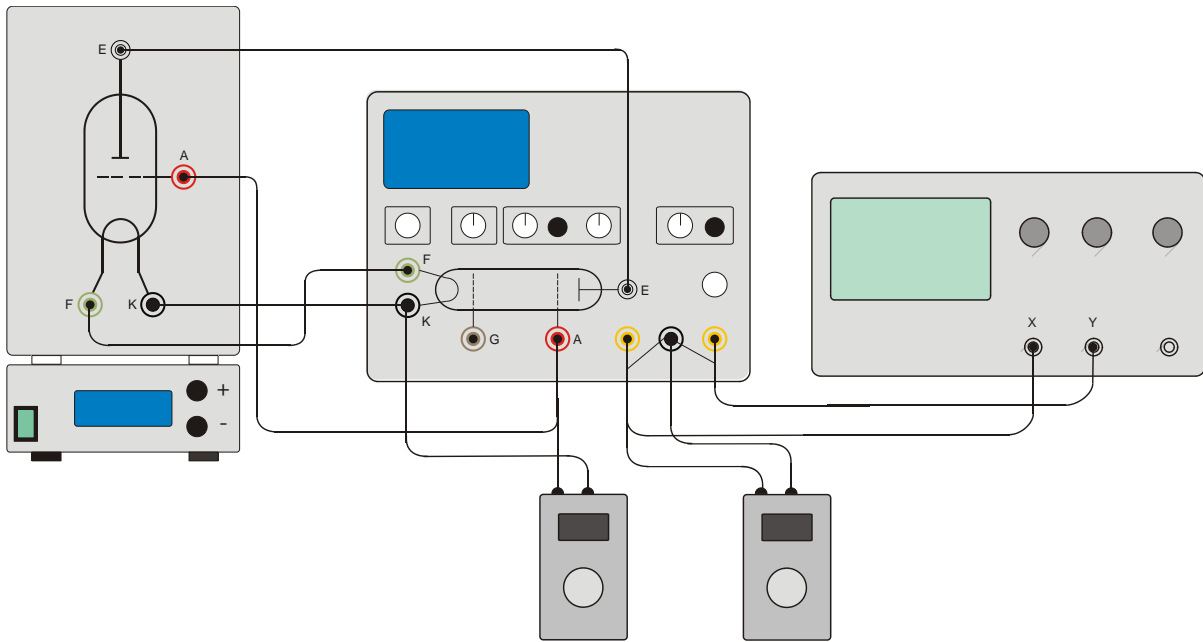

Fig. 3 Experimenteller Aufbau Franck-Hertz-Röhre mit 2 Digital-Voltmetern
- Digital-Voltmeter am Signalausgang (U_x) und der Massebuchse anschließen (siehe Fig. 3).